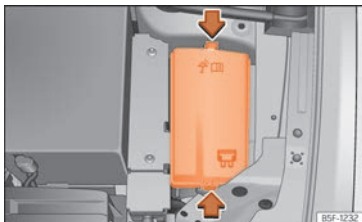

Fig. 56 Dans le compartiment-moteur : cache du boîtier de fusibles.
- Appuyez sur les languettes de verrouillage pour déverrouiller le cache de la boîte à fusibles » **fig. 56**.